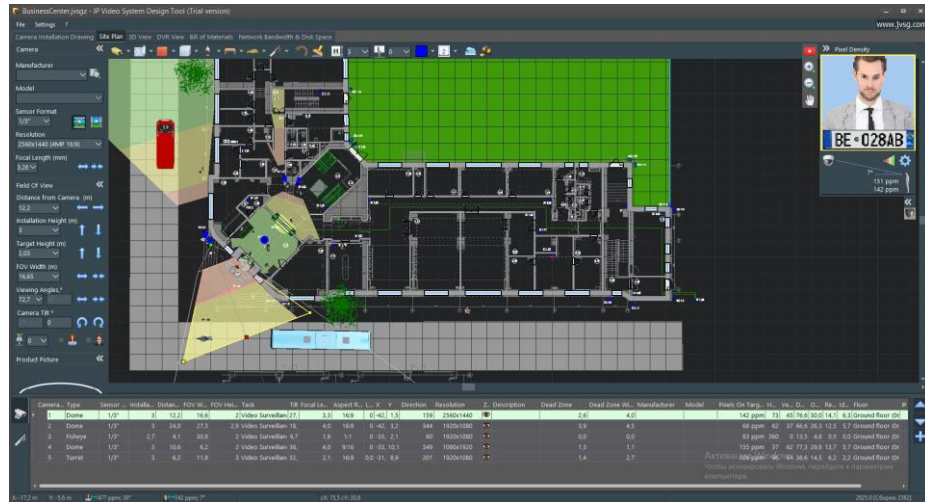

Рисунок 2.2 – Вкладка Site Plan
2. Опрацювати за теоретичним матеріалом вкладку «План місцевості» (рис. 2.2);